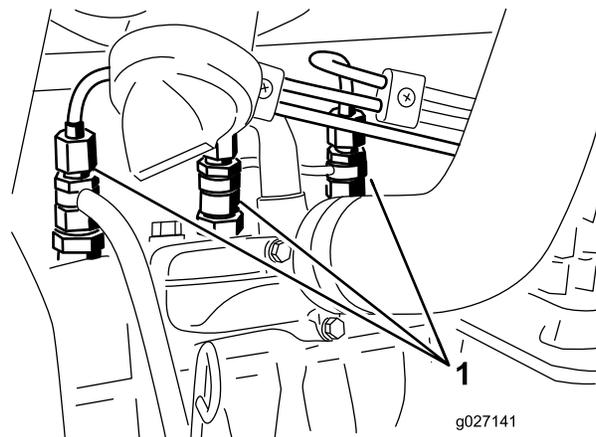

図 56
1. 燃料噴射ポンプの No.1インジェクタノズル(図 56)へのパイプ接続部をゆるめる。